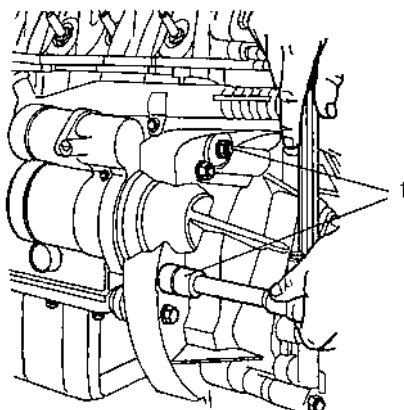

Рис. 2.2.5. Откручивание гаек крепления стартера:
6. Открутить две гайки и снять стартер (рис. 2.2.5).